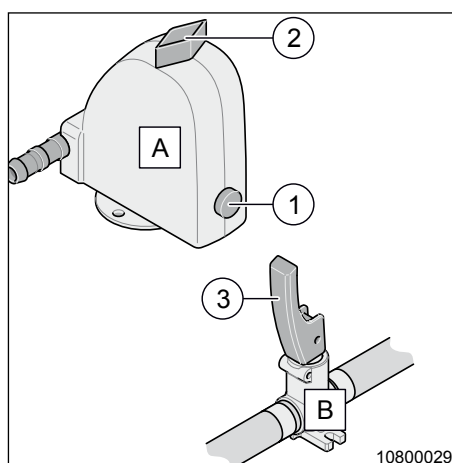

Fig. 61 Avstängningskran varmvattenberedare
- Armen (Fig. 61, pos. 3) på avtappningskranen (Fig. 61, pos. B) får ej vridas, utan endast manövreras vågrätt/lodrätt! Om spaken vrids kan packningen i kranen skadas, vilket leder till otäthet.
1. Vrid det blå vredet (Fig. 61, pos. 2) på avtappningskranen (Fig. 61, pos. A) så att det står tvärs korriktningen.
2. Tryck in knappen (Fig. 61, pos. 1) och spärra denna (Fig. 61, pos. 2).
3. Stäng avtappningskranen (Fig. 61, pos. B). Ställ armen (Fig. 61, pos. 3) i våg.
6. Öppna avtappningskranen (Fig. 61, pos. A). Öppna kranen (Fig. 61, pos. 2) så att den står längs.
7. Öppna avtappningskranen (Fig. 61, pos. B). Ställ armen (Fig. 61, pos. 3) lodrätt.